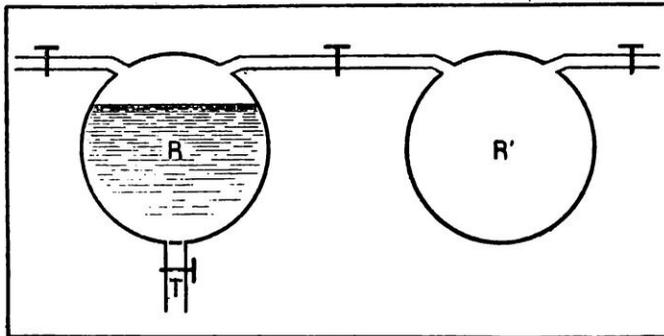

FIG. 4. — PRODUCTION DE L'AIR COMPRIMÉ ET DU VIDE PAR L'EMPLOI DE CUVES A EAU
*Usine motrice.*— A l'origine du service, l'air comprimé était obtenu par l'emploi de cuves à eau. Deux réservoirs *R* et *R'* (fig. 4) sont reliés par une canalisation supérieure. Si on fait pénétrer de l'eau dans le premier par le tube *T*, l'air qu'il contient est chassé dans le second, et lorsque *R* est plein d'eau, *R'* renferme de l'air à la pression de deux atmosphères. Cet air peut être envoyé dans les canalisations.